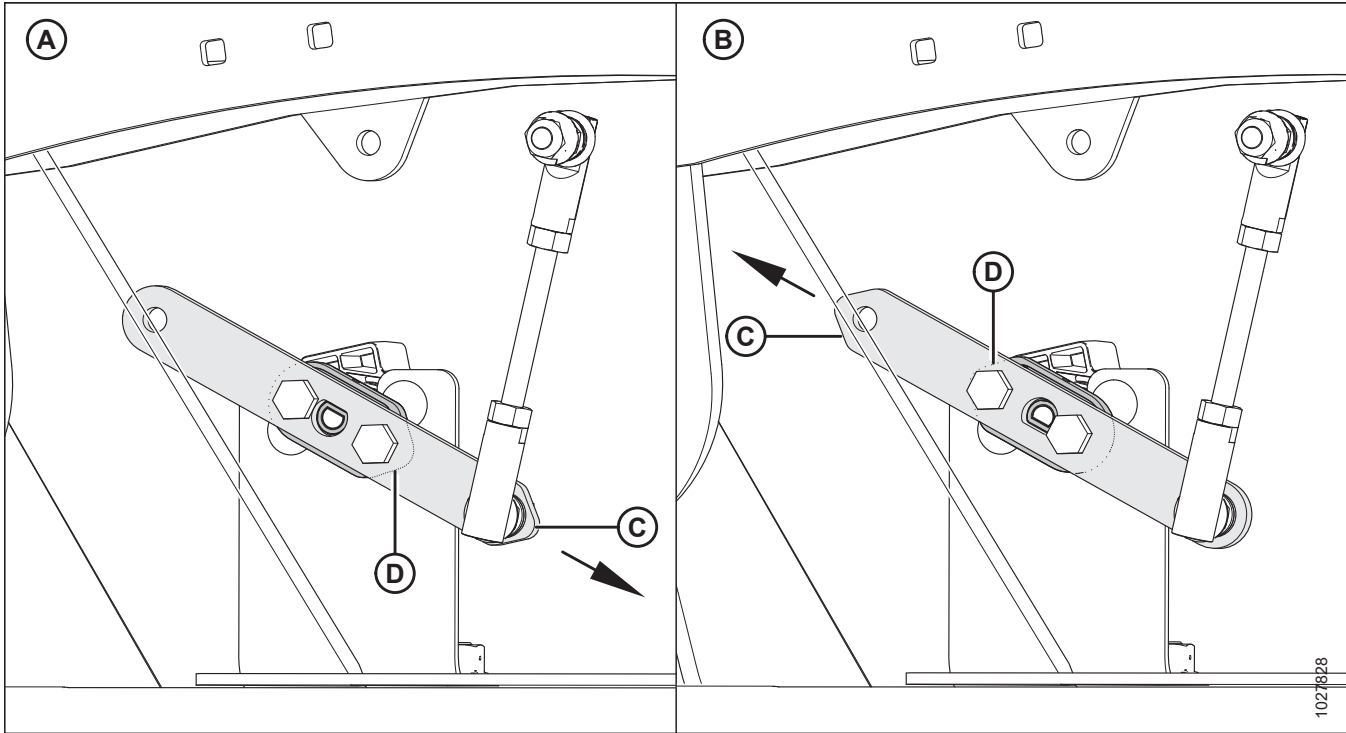

Figure 8.1: Configurations du bras/pointeur du capteur
- Pour la configuration (A), le pointeur (D) pointe vers l'**AVANT** de la plateforme.
- Pour la configuration (B), le pointeur (D) pointe vers l'**ARRIÈRE** de la plateforme.
2. Vérifiez que le bras (C) et le pointeur (D) du capteur sont configurés correctement pour votre machine. Consultez la figure 8.1, page 382.